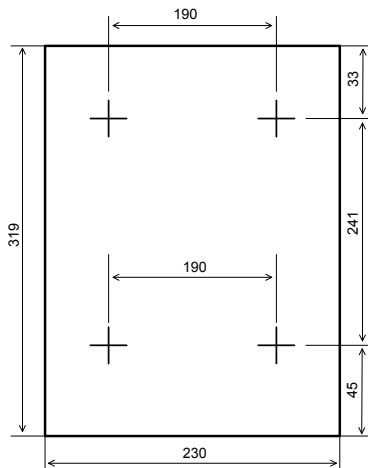

Рисунок 2. Габаритно-установочные размеры
2.2.3 Закрепить РИП на стене в удобном месте. Габаритно-установочные размеры указаны на рис. 2.